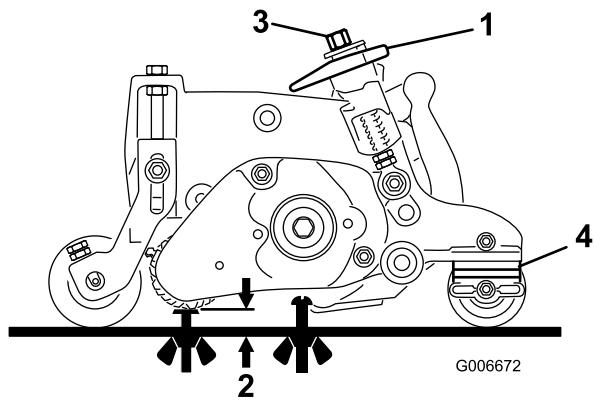

Bild 42
3. Drehen Sie die Express-Hubhebel (**Bild 42**) auf die eingekuppelte Stellung (Griff zeigt zur Vorderseite der Schneideeinheit). **Stellen Sie die Messlehre mit der Tabelle mit dem empfohlenen Bereich für die Schnitthöhe und die Groominghöhe ein.**
4. Messen Sie an einem Ende der Groomerspindel den Abstand von der niedrigsten Spitze des Groomermessers bis zur Arbeitsoberfläche (**Bild 42**). Drehen Sie das Handrad zur Höheneinstellung (**Bild 42**), um die Spitze des Groomermessers auf die gewünschte Höhe anzuheben oder abzusenken.